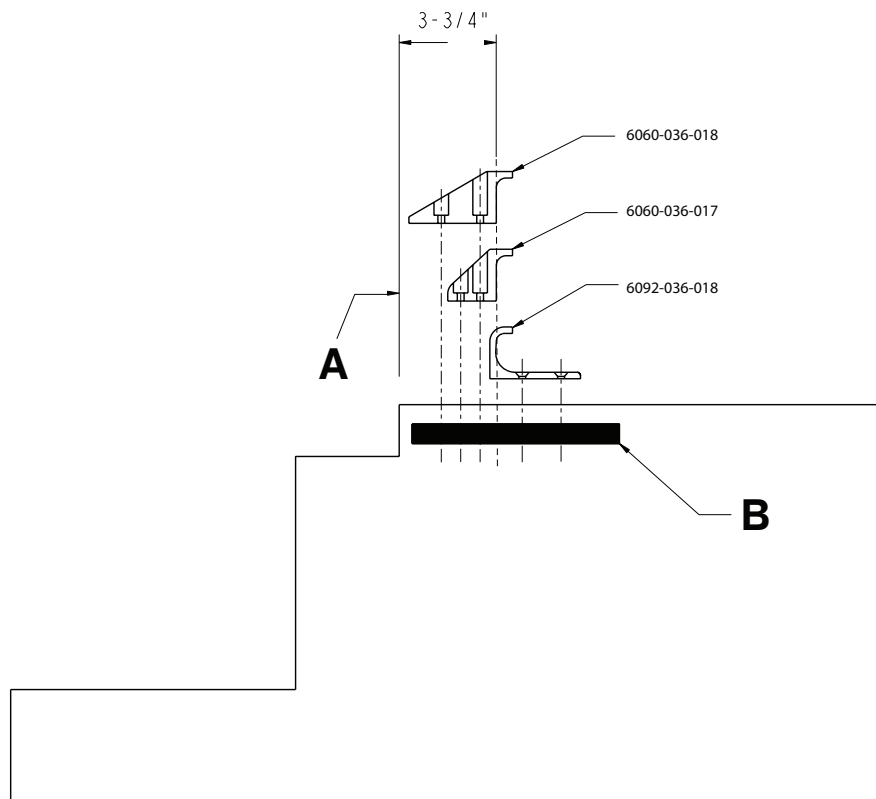

Figure 5 – Positionnement du crochet de sécurité du véhicule
2. Positionner le crochet de sécurité du véhicule à 3-3/4 po (9,5 cm) au moins du bord avant du seuil de la porte (A) (Figure 5). La distance recommandée depuis la partie avant du crochet de sécurité ne doit pas être inférieure à 3-3/4 po (9,5 cm).